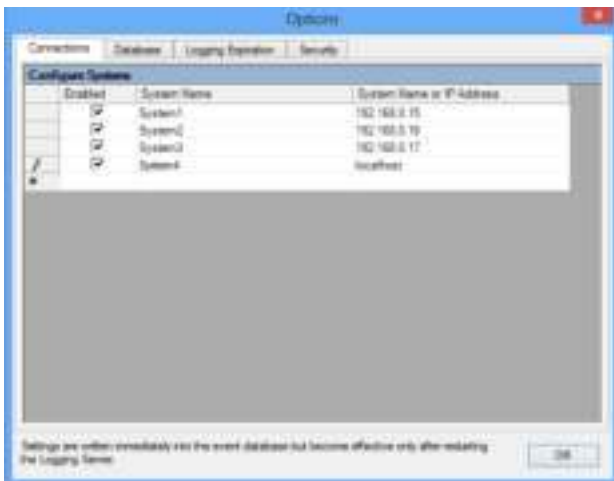

рисунок 58.7: Добавить систему (2)
- Нажмите на поле *System Name* и введите название системы, к которой должен быть подключен *Logging Server*. Название может содержать до 16 символов. Например, *System 4* (см. рисунок 58.7).